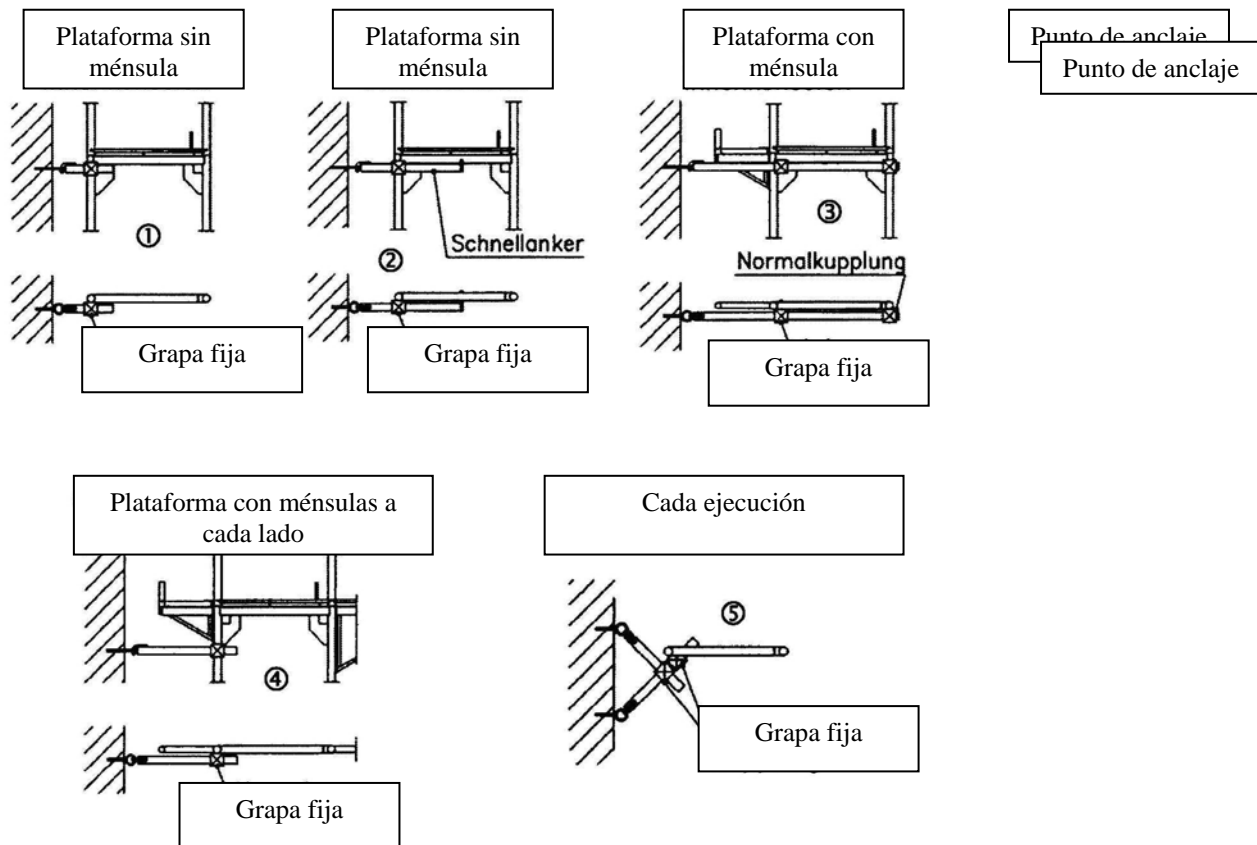

Fig. 14: Desarrollo del soporte de andamio
- Los soportes del andamio se colocan inmediatamente debajo de las plataformas, en el soporte interior, con una grapa norma (Fig. 14/1).
- También se pueden utilizar anclajes rápidos que se fijan en el soporte interior con una grapa norma y se sujetan además con su plancha de sujeción a la travesía intermedia en U del marco vertical (Fig. 14/2).
- En los niveles de andamio con ménsulas interiores se instalan soportes largos de andamio, los cuales se sujetan en el soporte exterior con grapas normales y se fijan junto al soporte interior con grapas de anclaje en el espacio de la intersección (Fig. 14/3).
- En los niveles de andamio con ménsulas interiores y exteriores, los soportes de andamio se fijan directamente debajo de las intersecciones con grapas normales en el soporte interior (Fig. 14/4).
- Los anclajes en V se deben instalar disponiendo dos soportes de andamio en un ángulo de 90° (Fig. 14/5).